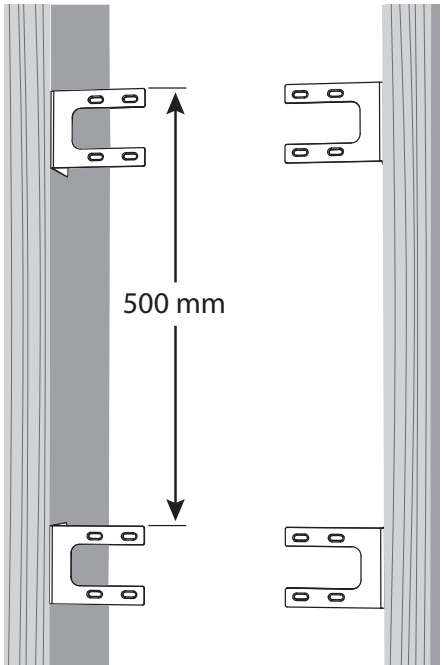

図 1. 背面の缶ブラケットを天井の根太にねじ込みます
2. 図 1 に示すようにブラケットを配置し、ブラケットの下面が天井ジョイストの下面と同じ高さになるようにします。ブラケットごとに 4 本のネジを使用して、各ブラケットを天井根太に固定します。